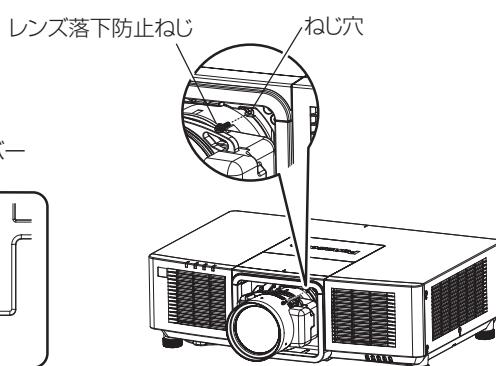

図6
- ズームレンズ（品番：ET-EMU100）以外の投写レンズを取り付ける場合は、投写レンズの右側にあるねじ穴に、六角ボールポイントドライバーで固定してください。（図6）